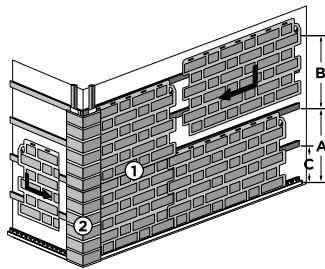
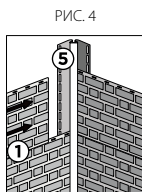

РИС. 3
РИС. 4
5. Установка внутреннего угла. Внутренний угол предназначен для монтажа фасадных панелей на стыке перпендикулярно стоящих стен. Монтируется к обрешетке через перфорационные отверстия (рис. 4). Придерживайтесь п. 5 Общих положений при монтаже элемента.
Следующая панель вставляется в стартовую планку рядом с первой панелью и соединяется с ней по горизонтали путем задвигания до упора в пазы первой панели (рис. 3). На внутренних углах дома фасадные панели заводятся в пазы доборного элемента - внутреннего угла (рис. 4).